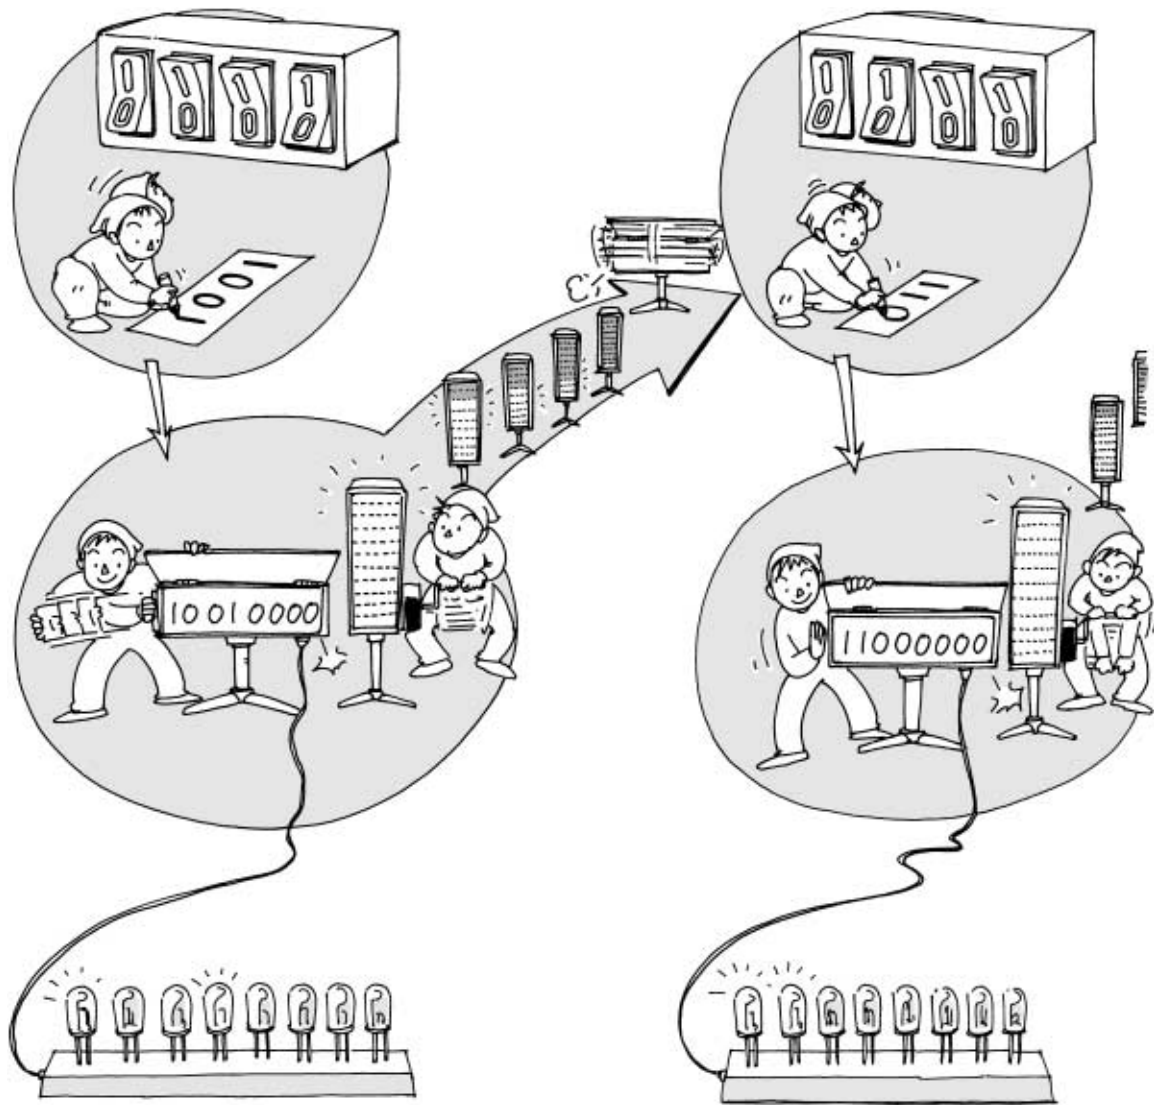

図4-1 DIPスイッチの入力をLEDを光らせて確認する
実際の動作を理解するためには、何でもよいから具体的な動作が確認できるものを作ってみるのが一番です。今回はその具体的な実例として、DIPスイッチのON/OFFの入力を得て、そのデータに従い出力のLED①を点滅することを考えます。できるだけ最小限の構成で動かしてみます(図4-1)。